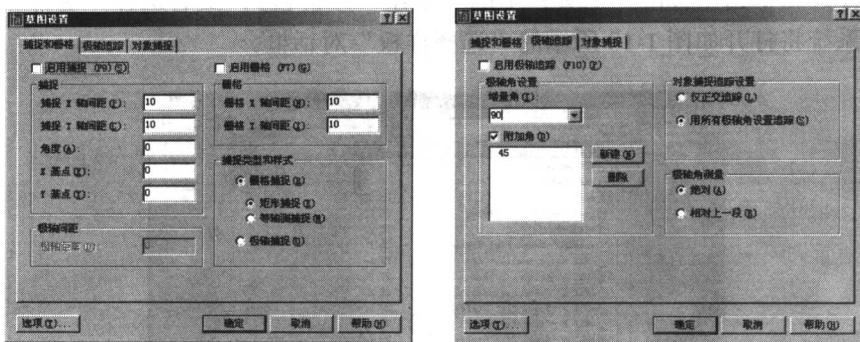

图 1-16 “草图设置”对话框
- 捕捉：打开该设置后，光标只能在 X 轴、Y 轴或极轴方向移动固定的距离（即精确移动），通过选择“工具”>“草图设置”菜单，在打开的“草图设置”对话框的“捕捉和栅格”选项卡中可以设置 X 轴、Y 轴或极轴捕捉间距，如图 1-16 左图所示。
- 栅格：栅格也用于辅助定位，打开栅格显示时，屏幕上将布满栅格。其中，栅格的 X 轴和 Y 轴间距也可通过“草图设置”对话框进行设置，如图 1-16 左图所示。
- 极轴：在绘制图形时，系统将根据设置显示一条追踪线，用户可在该追踪线上根据提示精确移动光标，从而进行精确绘图。默认情况下，系统预设了四个极轴，与 X 轴的夹角分别为 0°、90°、180°、270°（即角增量为 90°）。利用“草图设置”对话框的“极轴追踪”选项卡，可以设置角度增量，如图 1-16 右图所示。